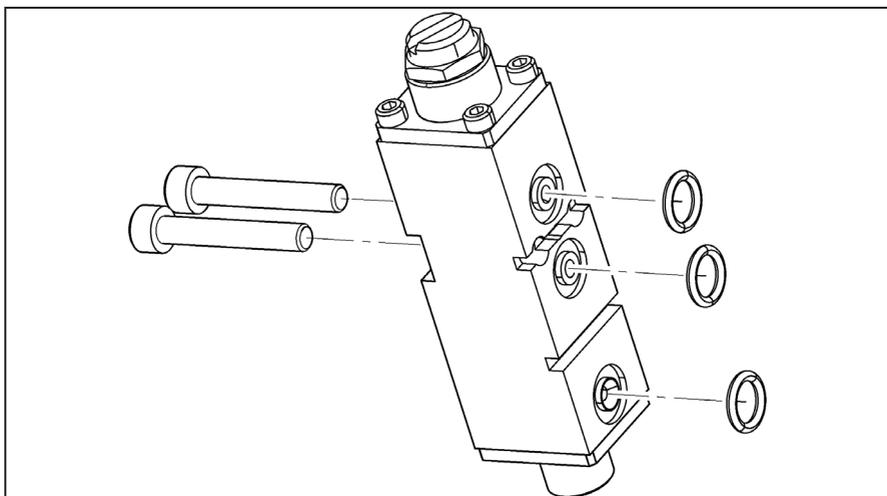

Bild 5: O-Ringe einsetzen
6. Mitgelieferte O-Ringe auf Vollständigkeit und korrekten Sitz prüfen (siehe Bild 5).
**Teilleiste zu Bild 5 - Ersatzteile**